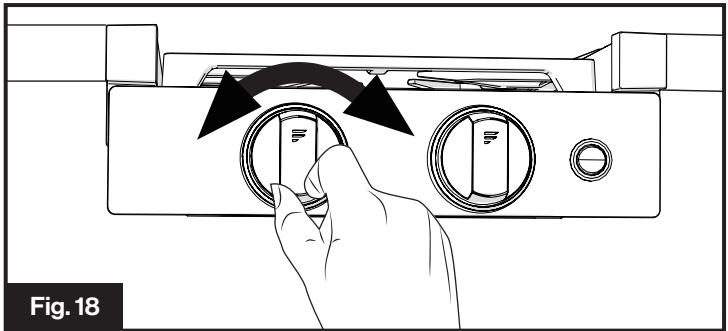

Fig. 18
3. Gire la perilla de control en sentido horario o antihorario para ajustar la llama al nivel deseado. Consulte la sección "**Llama del quemador**" para obtener la llama adecuada. (Fig.18)